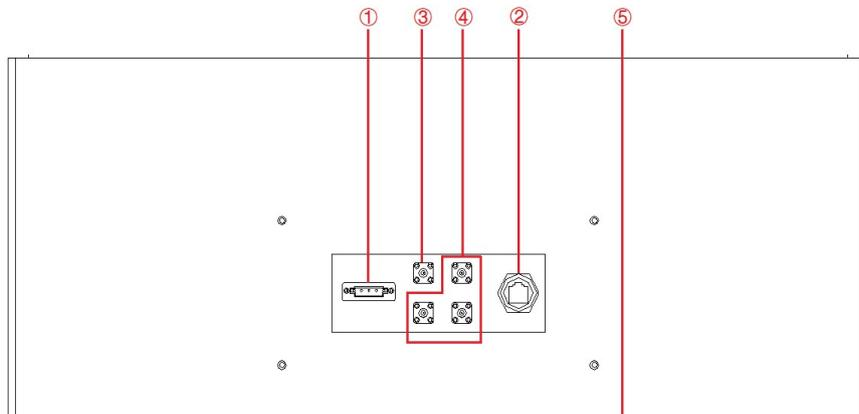

图 1-8 设备后面板
位于后面板的 LAN 接口用于用户远程控制设备 (图 1-8②)。